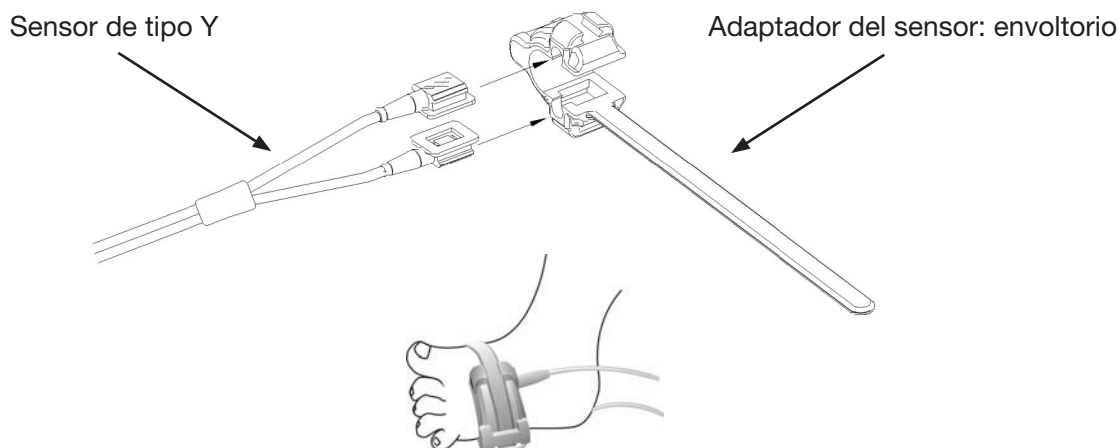

Figura 3.10 Colocación del sensor SpO2 en neonatos
3. Si se utiliza el sensor SpO₂ de neonatos, siga la Figura 3.10 para conectarlo.